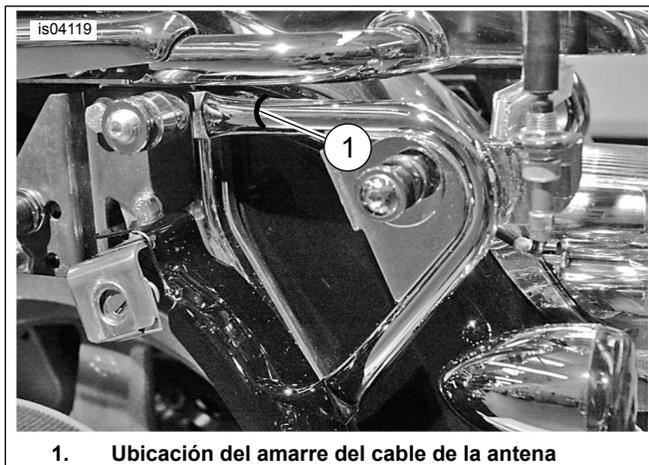

Figura 5. Ubicación del amarre del cable de la antena en la pieza de soporte
4. Vea la Figura 5. Sujete el cable a la pieza de soporte del punto de acoplamiento en la ubicación (1) usando una correa de cables corta.